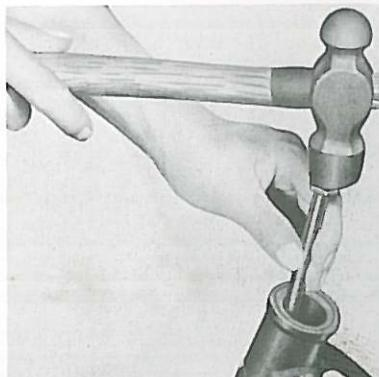

Fig. 5-7-7
- Remove races from head pipe using drift punch and hammer as shown. Work the race out gradually by tapping lightly around its complete diameter. (Fig. 5-7-7)
- Pour enlever les cuvettes restée dans la tête de fourche, utiliser une longue broche et un marteau comme indiqué sur la figure. Déloger graduellement la cuvette en tapant légèrement sur tout son pourtour. (Fig. 5-7-7)
- Kugellauftringe wie gezeigt aus dem Lenkerkopfrohr entfernen; dazu einen Dorn und einen Hammer verwenden. Auflagepunkt des Dorns am Umfang verändern und mit dem Hammer leicht dagegen schlagen. (Fig. 5-7-7)